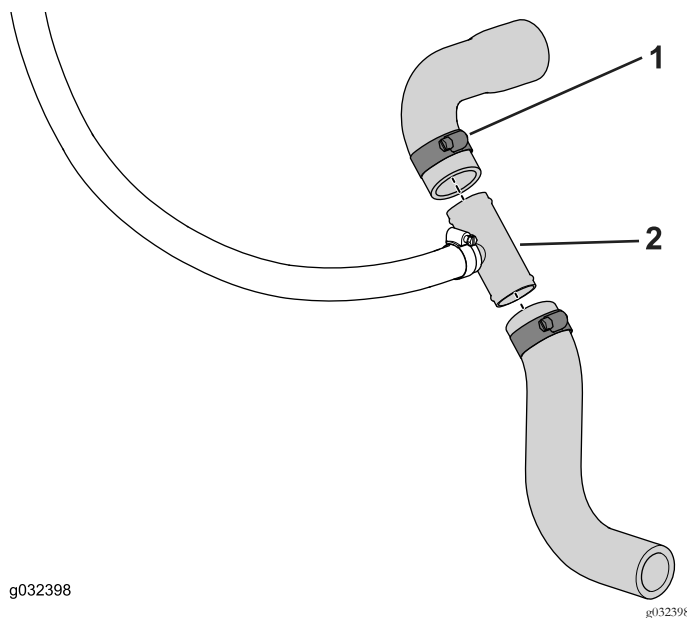

Figura 19
3. Fate scorrere le estremità tagliate sul raccordo a T e fissatele utilizzando la fascetta stringitubo, come illustrato nella Figura 19.